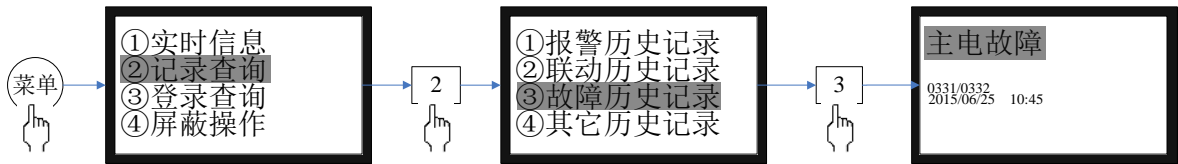

图 7-8
选项①-③为历史记录选项，分别是：联动历史记录、故障历史记录和其它历史记录，如图 7-8 所示，各容量均达 7000 条。选中条目后将出现各自的显示界面，其界面相同，均含有“记录总数、编号、二次码、类型、时间”五项内容，只不过类型的具体含义各有不同。